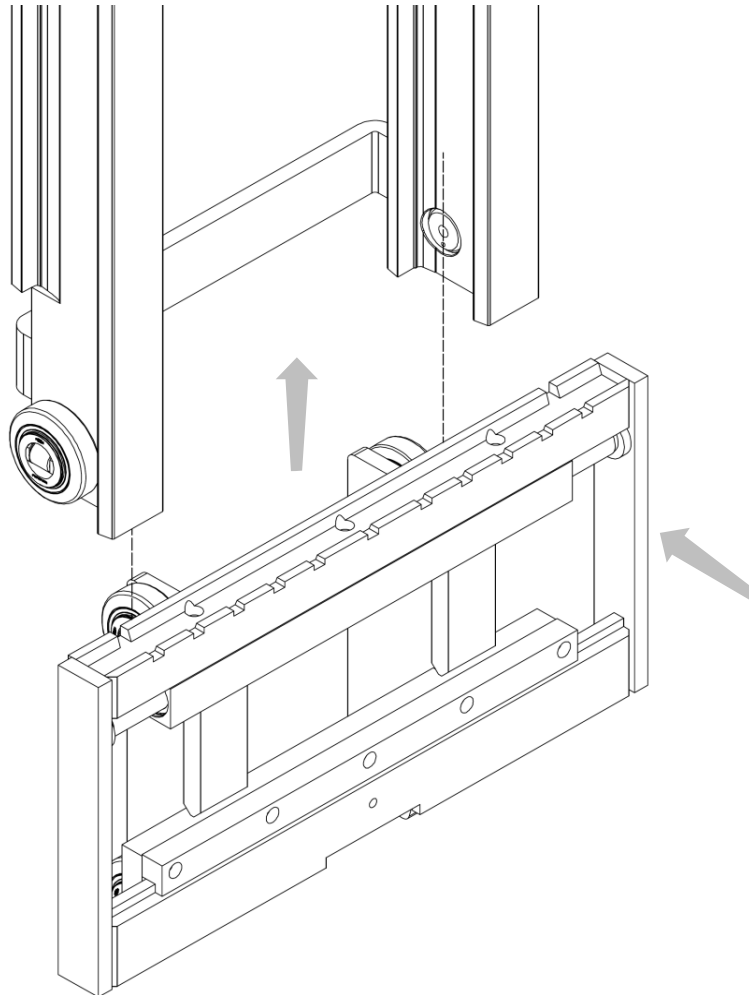

Abbildung 10
5. Bauen Sie das Anbaugerät in dem Hubmast ein, indem Sie die Rollen in die entsprechenden Gleitführungen einziehen; danach befestigen Sie die Ketten in den Löchern der Seitenwangen gemäß der vom Hubmasthersteller vorgesehenen Art und Weise (siehe *Abbildung 10*).